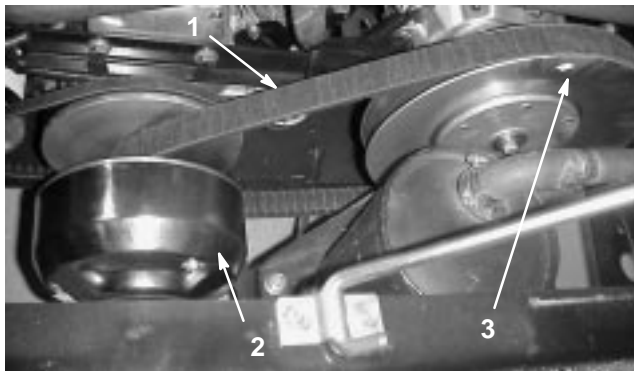

Bild 28
1. Drehen Sie den Riemen und verlegen ihn über die sekundäre Kupplung (Bild 28).
2. Entfernen Sie den Riemen von der Hauptkupplung (Bild 28).